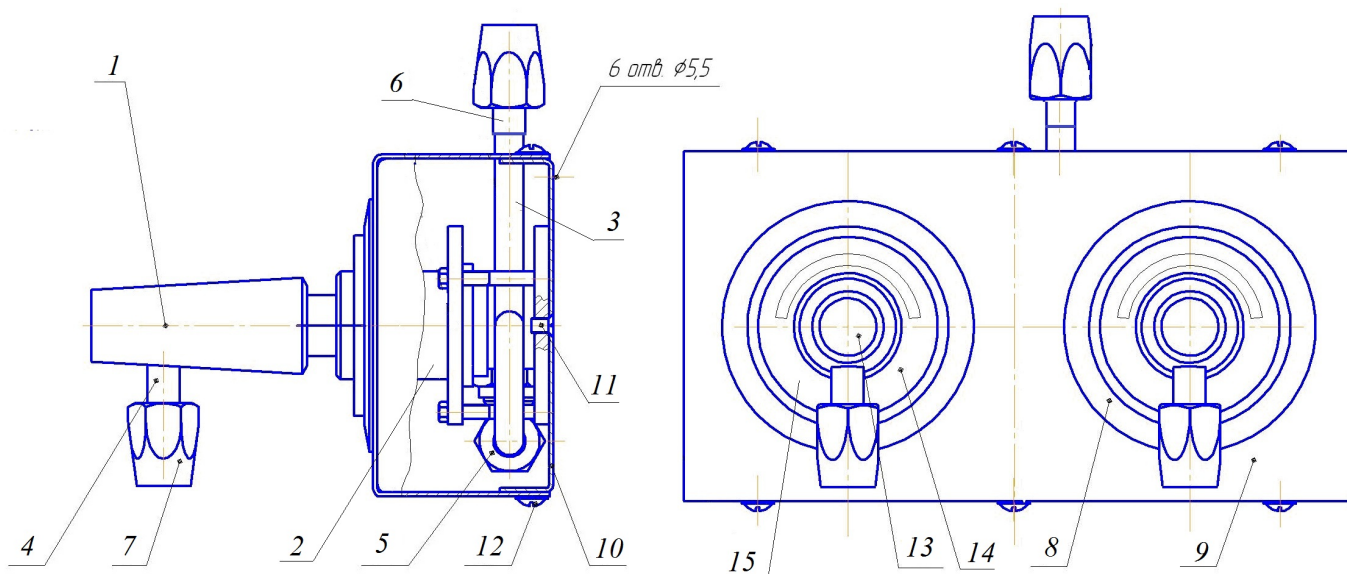

Рис.1 СКБ-1 ДЖЕТ 376 10 00 00
4.1 СКБ-1 в сборе (см. рис.1) состоит из двух штекеров газовых 1, двух клапанов газовых 2, коробки монтажной, состоящей из крышки 7 и основания 8, подводящей трубки 9 и тройника развода газа 10.
4.7 Для выключения СКБ-1 необходимо нажать до упора планку запорную 15 (см. рис.1) и вынуть штекер газовый 1 из клапана 2.
5.1 Для установки СКБ-1 см. рис.1 необходимо: